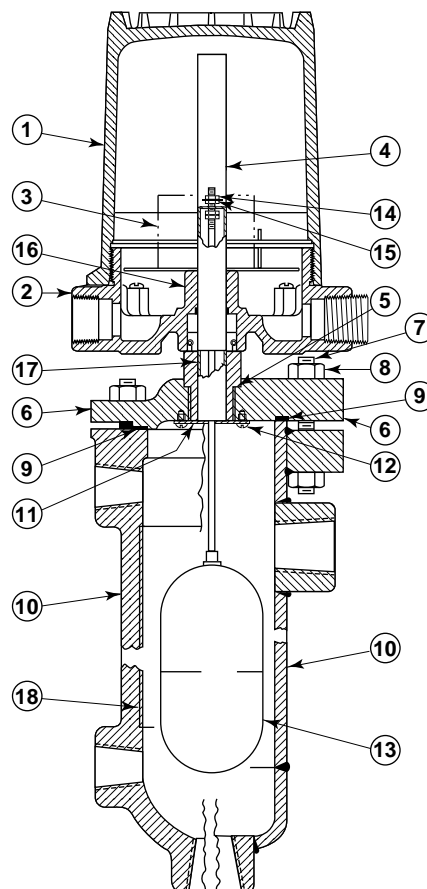

Figure 8
3. Déposer l'ensemble du boîtier du commutateur après avoir desserré l'écrou hexagonal situé juste sous la base du boîtier (voir **Figure 8**).